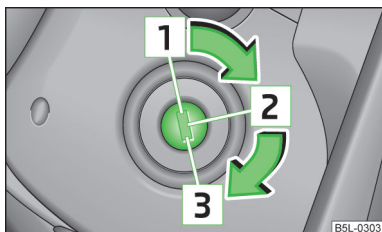

Fig. 102
- Durante la marcia con motore fermo la chiave d'accensione deve sempre essere collocata in posizione 2 » fig. 102 a pagina 121 (accensione attivata). Questa posizione è segnalata dall'accensione delle spie di controllo. In caso contrario lo sterzo potrebbe bloccarsi inaspettatamente - pericolo di incidente!
Quando lo **sterzo è bloccato** e non è possibile girare la chiave oppure è possibile portarla solo a fatica in posizione **2** » fig. 102, lo sterzo deve essere spostato verso l'alto e verso il basso, per sbloccare il bloccasterzo.
- Premere a fondo il pedale della frizione; inserire la chiave di accensione **2** » fig. 102 a pagina 121 e avviare **3** - non accelerare. Tenere premuto il pedale della frizione sino a quando il motore si avvierà.
Spegnere il motore portando la chiave di accensione in posizione **1** » fig. 102 a pagina 121.